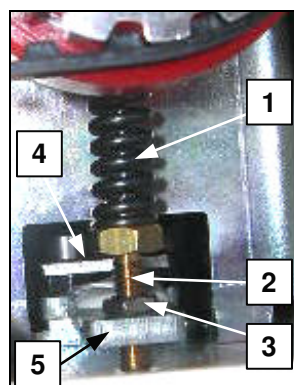

fig.5.19
Qualora fosse necessario sostituire la cella di carico (n.5-fig.5.19) eseguire le seguenti operazioni:
- mediante una chiave, ruotare in senso antiorario il dado (n.3-fig.5.19) in modo da renderlo libero di ruotare.
- mediante una chiave, ruotare in senso orario la vite pressione (n.2-fig.5.19) in modo da rendere libera completamente la molla pressione (n.1-fig.5.19)
- estrarre la molla (n.1-fig.5.19)
- svitare completamente la vite pressione (n.2-fig.5.19) ed estrarla dalla cella di carico (n.5-fig.5.19)
- estrarre la cella di carico guasta con il relativo distanziale, le due viti e i due dadi di fissaggio (n.4-fig.5.19)
- smontare dalla cella guasta il distanziale, le due viti e i due dadi ad essa fissati (n.4-fig.5.19) e montarli in quella nuova
- rimontare la vite pressione (n.2-fig.5.19) e la molla pressione (n.1-fig.5.19) in modo da ottenere una **forza di saldatura (vedi par.3.1.4) compresa tra 85N e 88N.**